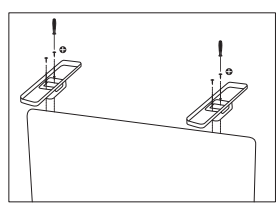

Рис. 2
- Установите опорные ножки и зафиксируйте их крепёжными винтами (входят в комплект поставки) (рис. 2).